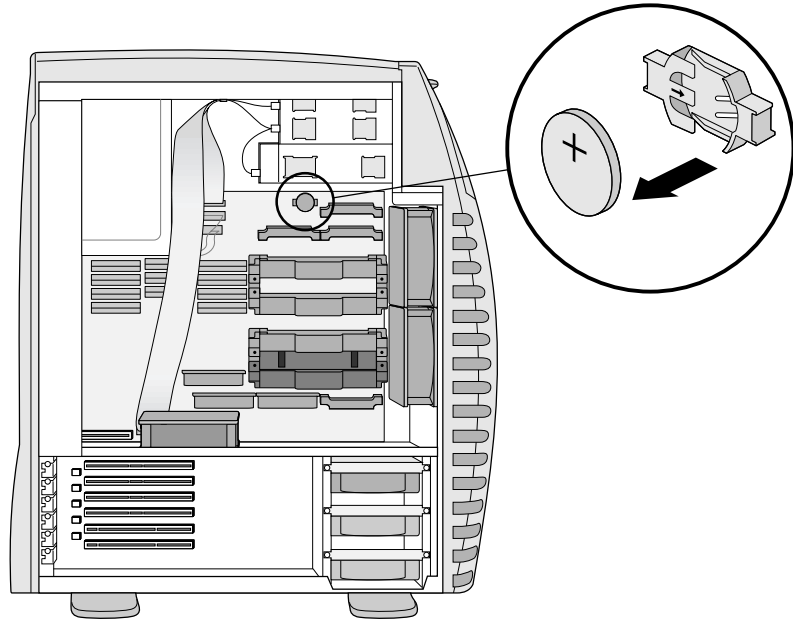

Figura 7-9 Localizando a bateria
1. Coloque a unha do polegar atrás da bateria e empurre-a em sua direção. A bateria se soltará. Veja a Figura 7-9.